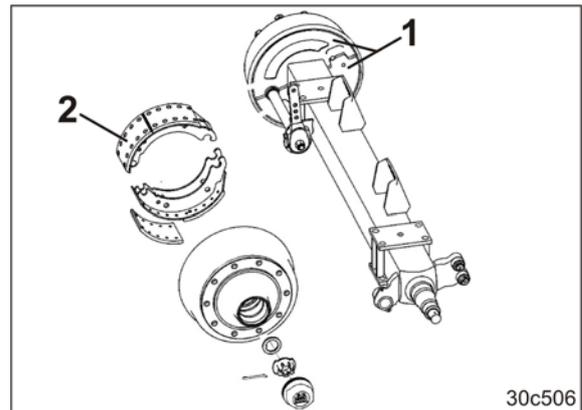

Рис. 322
1. Выверните болты и снимите оба защитных кожуха (Рис. 322/1) с внутренней стороны тормозного барабана.
Грязь может скапливаться на тормозных накладках (Рис. 322/2) и значительно снижать эффективность торможения.